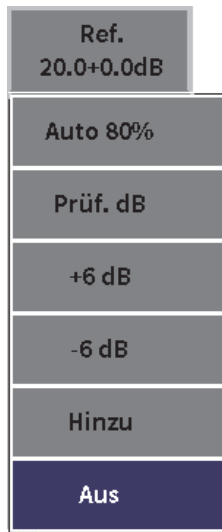

Abbildung 6-2 Schaltflächen der Prüfverstärkung
6. Drücken Sie Enter, um die Schaltflächen für die Verstärkung anzuzeigen (siehe Abbildung 6-2 auf Seite 84).